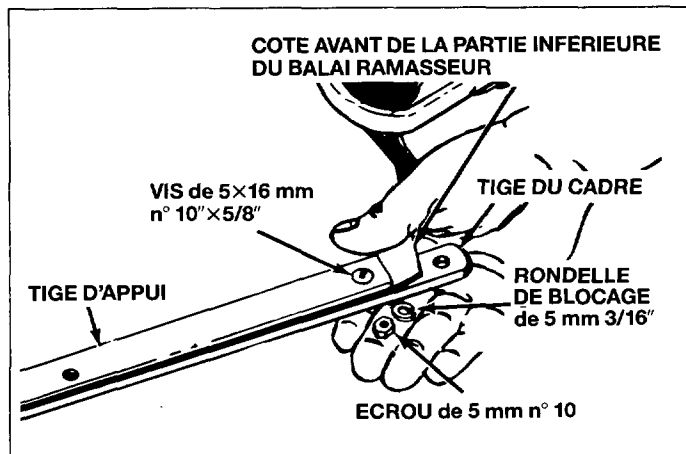

Fig. 18
- Installez la tige du cadre (partie inférieure) et la tige d'appui (partie supérieure) sur le côté avant de la partie inférieure du récipient. Placez la tige d'appui au-dessus et la tige du cadre en-dessous. Fixez-les avec six vis à tête fendue de 5×16 mm (n° 10×5/8"), six rondelles de blocage de 5 mm (3/16") et six écrous de 5 mm (n° 10). Voir la figure 18.